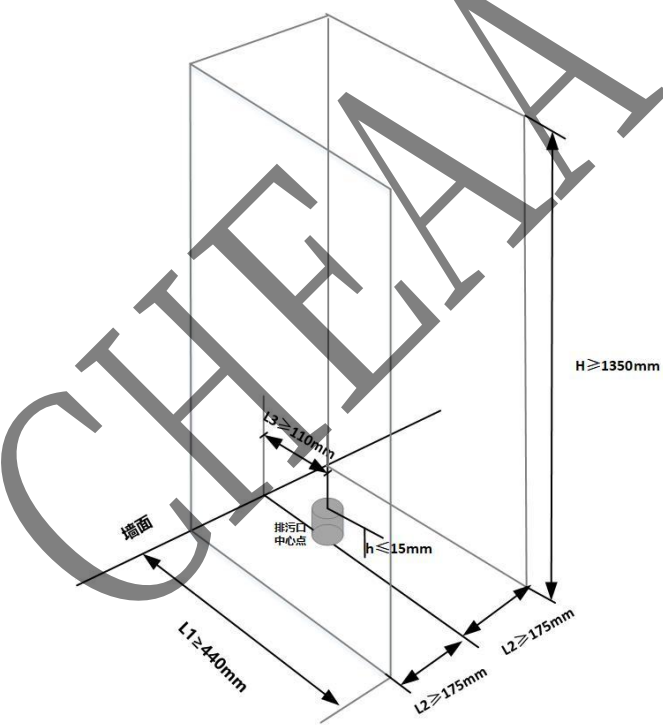

图5 排水管位置示意图
4.5.2 当基站与家庭下水管道连接方式为直排时，需预埋排水管，中心距离墙面或柜体 $\geq 110\text{ mm}$ ，建议预埋管径应 $\geq 40\text{ mm}$ （标准40、50、75管）。并确保家庭下水管道有足够的坡度（通常为 $1^{\circ}\sim 2^{\circ}$ ），以利用重力实现顺畅排水。下水管位置及相关尺寸要求如图5、6所示。